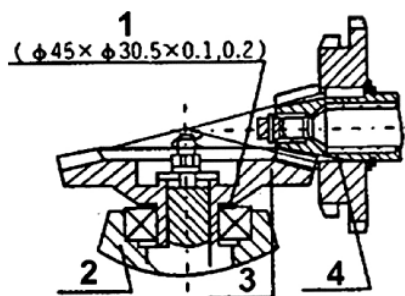

Рис. 1
4. Коническая шестерня шестиугольного вала колесной полуоси (на рис.1)